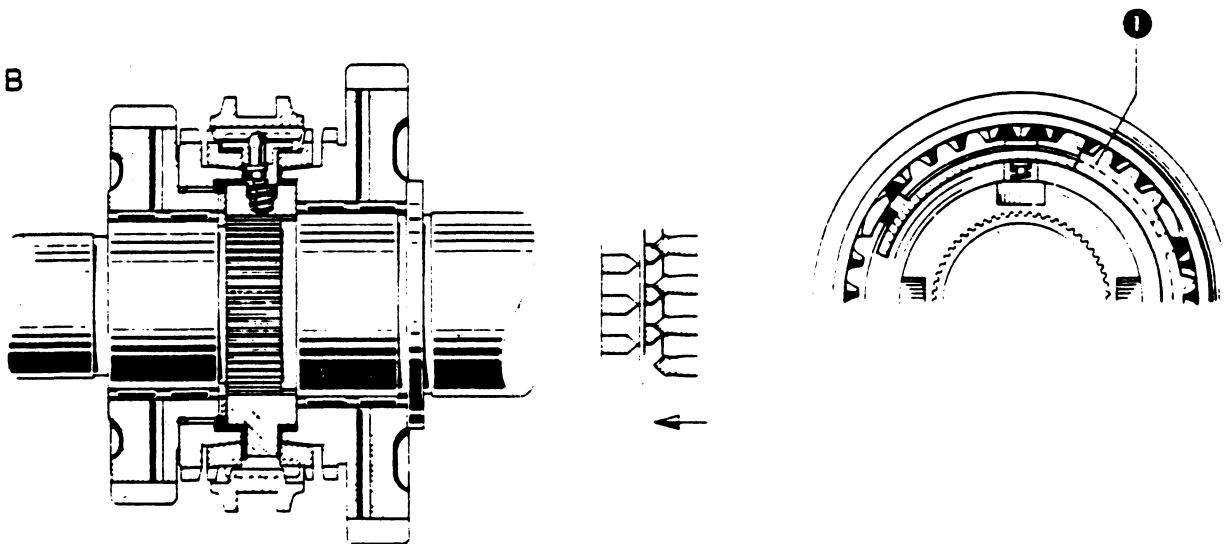

Fig. 5
Wanneer de schakelmof axiaal wordt bewogen (fig. 5) wordt door middel van de pallen (2) en de drukstukken (7) de synchroneshring (1) tegen de conus van de schakelring (3) gedrukt. Tengevolge van het verschil in toerental van de te verbinden onderdelen verdraait de synchroneshring. Deze verdraaiing, die door aanslagen wordt begrensd, heeft tengevolge, dat de afgeschuinde tanden van